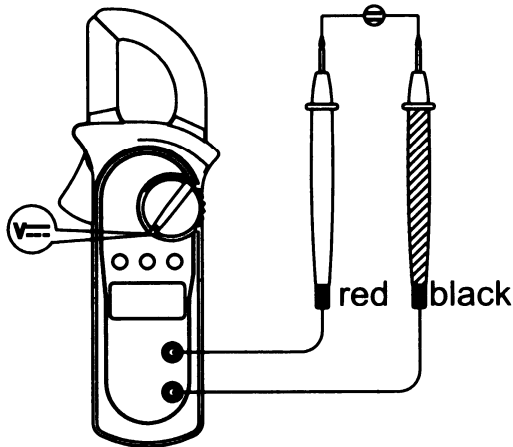

Рис. 3
**A. Измерение постоянного напряжения (рис.3)**